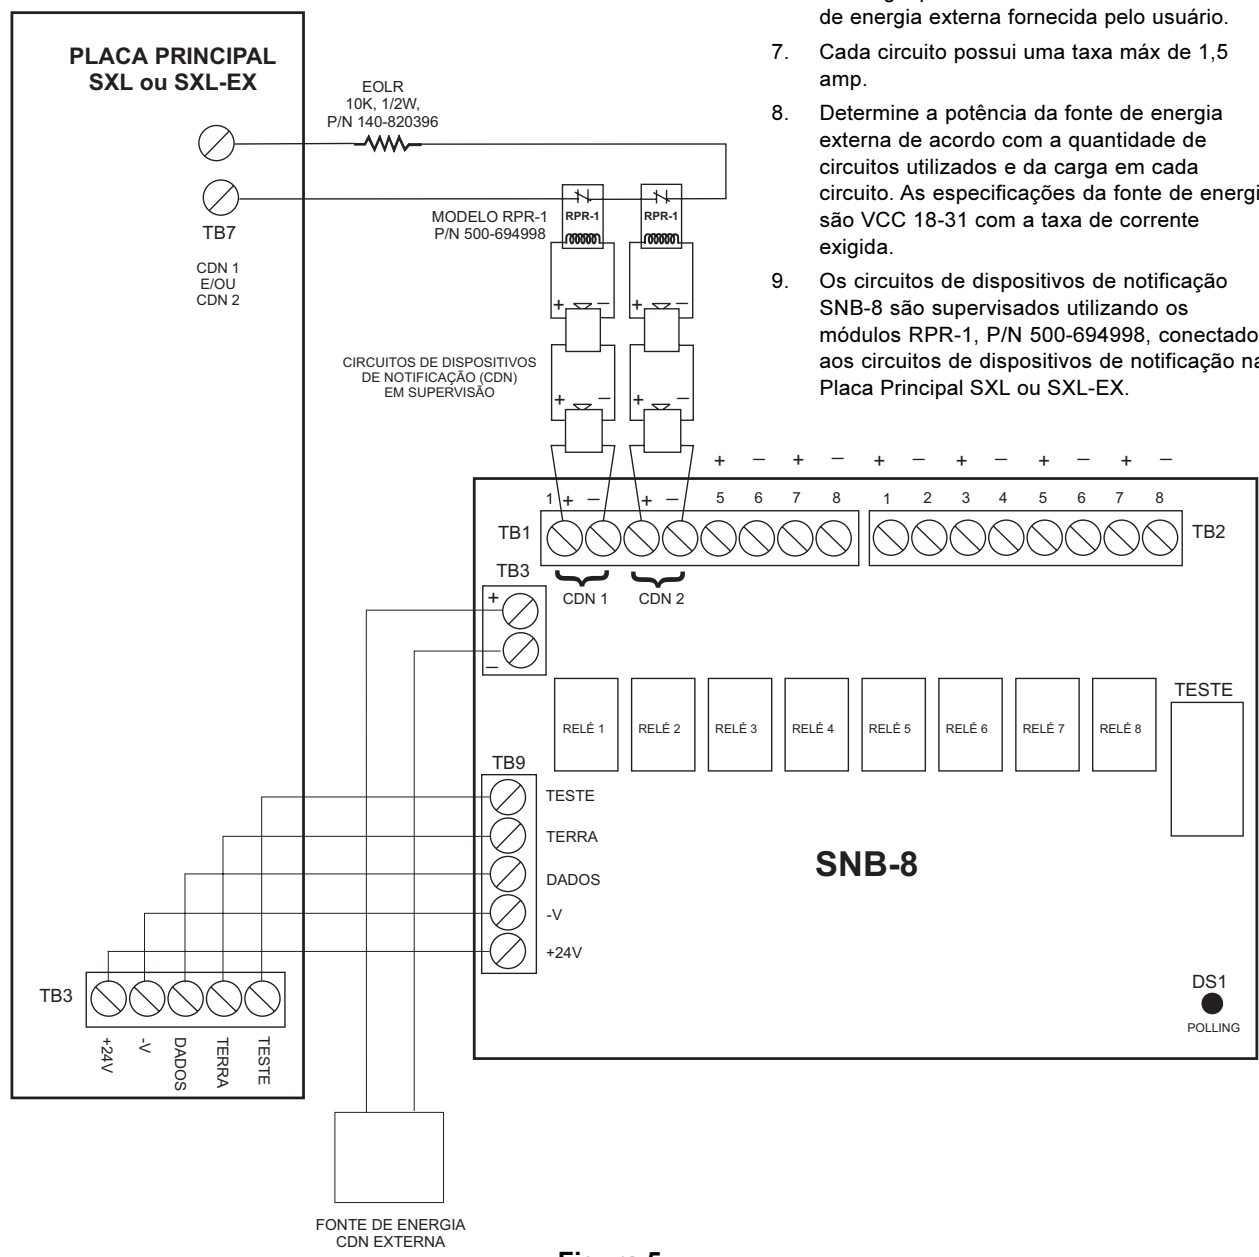

Figura 5
- Os circuitos de dispositivos de notificação são supervisionados utilizando os módulos RPR-1 conectados aos circuitos de dispositivos de notificação na Placa Principal SXL ou SXL-EX (Veja a Figura 5).
Consulte a Figura 5 para fazer a ligação do SNB-8 ao Sistema SXL ou SXL-EX.